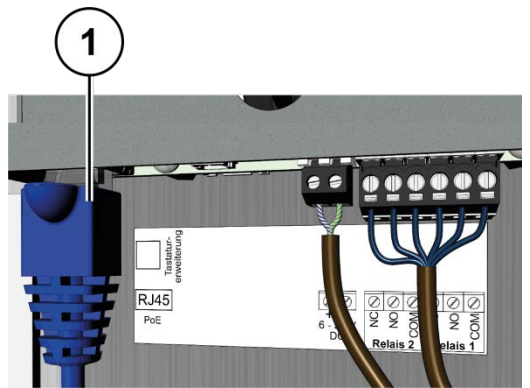

Abb. 4: Leitungen anschließen
- ▶ Schließen Sie die Leitungen gemäß Beschriftung an (Abb. 4):
- RJ45 (1)
- Stromversorgung (2)
- Relaisausgang 2 (3)
- Relaisausgang 1 (4)